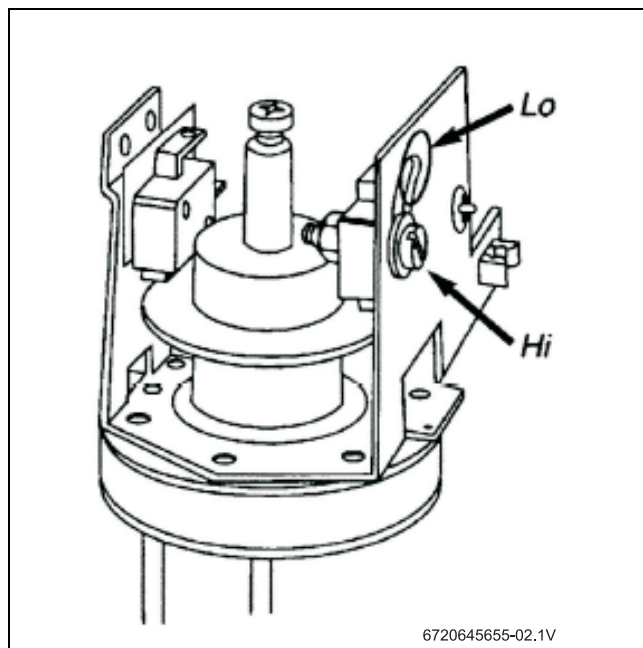

Fig. 5 Tornillo selector de alimentación
- ▶ Establezca el tornillo Selector de Alimentación (Fig. 5) en el ajuste que desee. Si se establece en LO, sólo un elemento de calentamiento se operará y la salida será la mitad de energía. Consulte la Table 4 en la página 7 para aumento de temperatura en el flujo de varios rangos. Si el elemento se encuentra en HI, los
El tornillo selector de potencia no lo ponga todo en "HI" (Alto).	Cambie el tornillo selector de energía a "HI", consulte la Fig. 5.